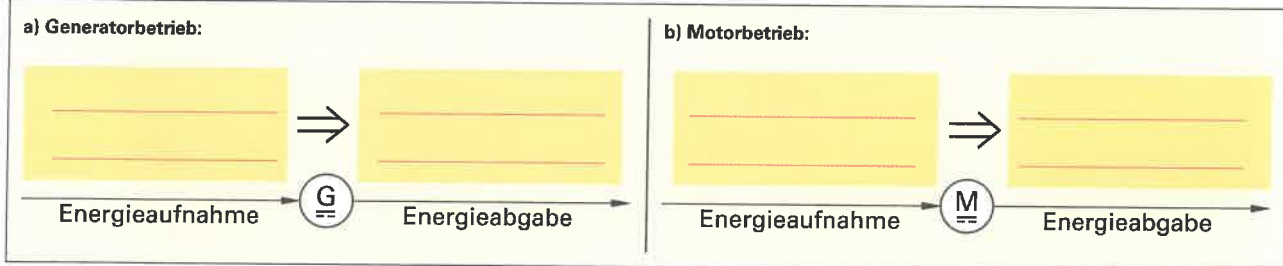

Bild 1: Energieaufnahme und -abgabe bei Generator- und Motorbetrieb
1. Gleichstrommaschinen können als Generator oder als Motor betrieben werden. Entscheidend für die Betriebsweise ist die Art der Energieaufnahme und -abgabe. Geben Sie im **Bild 1** jeweils die Art der aufgenommenen und der abgegebenen Energie für a) Generatorbetrieb und b) Motorbetrieb an.